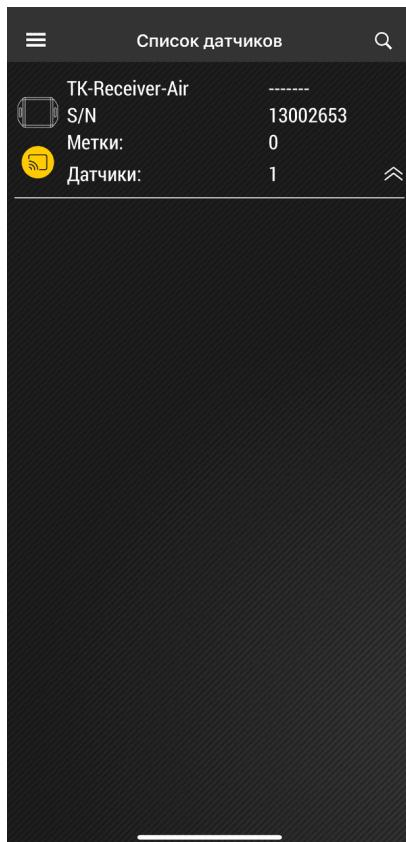

Рис.4. Найденные устройства
2. Запустите приложение USP Tool. Откроется окно поиска поддерживаемых устройств (**Рис.4**). Все найденные устройства будут выведены на экране общим списком. При необходимости можно выполнить фильтрацию отображаемых устройств, нажав *Меню | Тип устройства*.